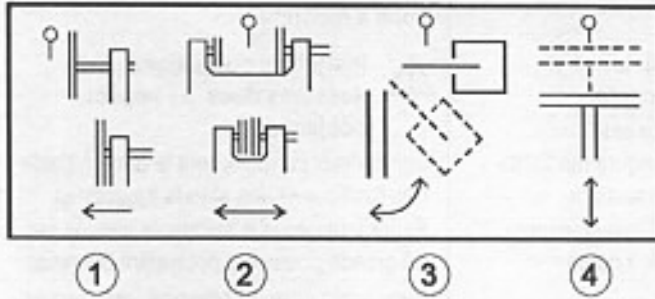

Bild 32 / Fig. 32
⇒ Pull the lever (fig.32, pos.4) backwards (lifting) or push it forwards (lowering).
⇒ Pull the lever (fig. 32, pos.3) backwards (lifting) or push it forwards (inclining).
⇒ Tirer la manette (fig.32, pos.4) en arrière (Montée) ou la pousser en avant (Descente).
⇒ Tirer la manette (fig.32, pos.3) en arrière (levage) ou la pousser en avant (inclinaison).
⇒ Schwenkhebel (Bild 32, Pos. 4) nach hinten ziehen (heben) oder nach vorne drücken (senken).
⇒ Schwenkhebel (Bild 32, Pos. 3) nach hinten ziehen (heben) oder nach vorne drücken (neigen).